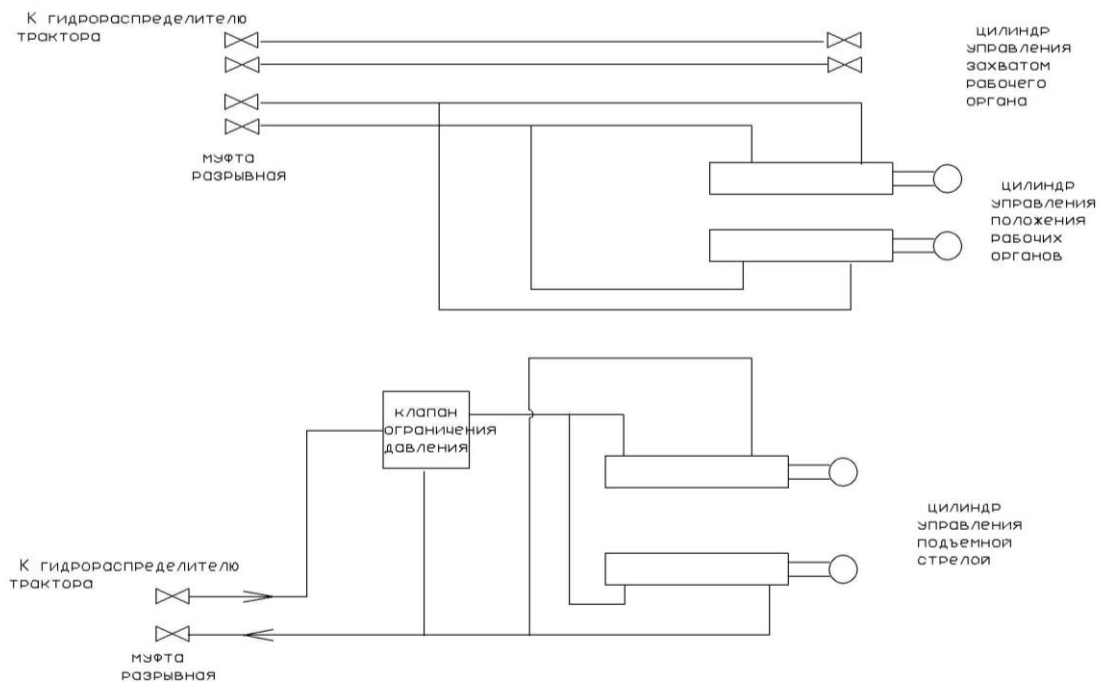
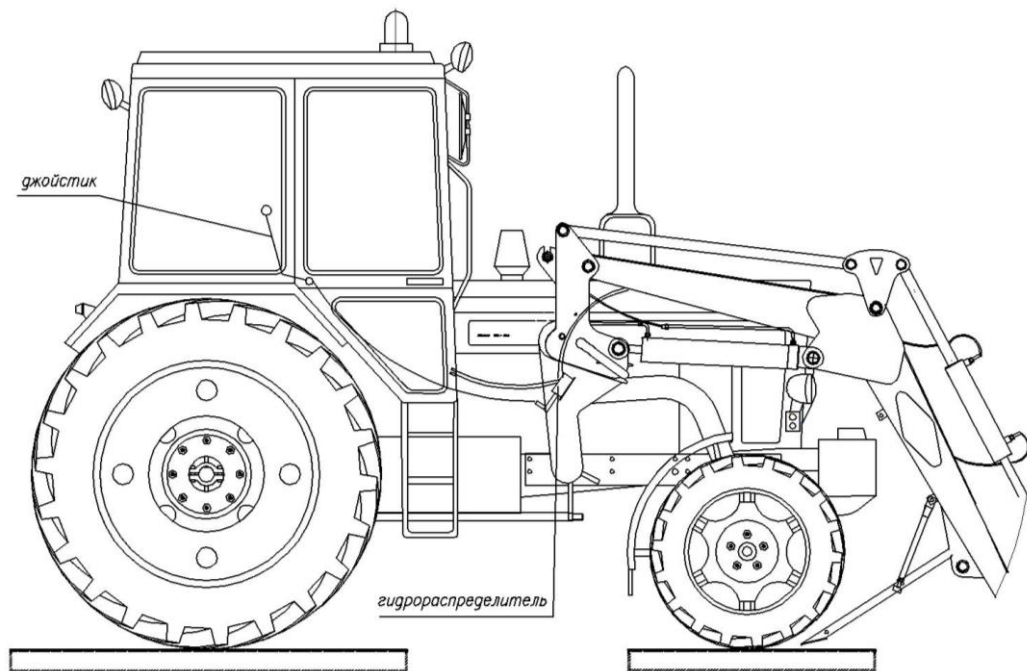

Рисунок 2 Схема гидравлическая принципиальная
Рисунок 4. Установка джойстика и гидрораспределителя (см. п. 4.5)
#### 1.4.7. Гидравлическая система (рисунок 2, 5).
- 1.4.9. Для монтажа гидросистемы с управлением джойстиком необходимо закрепить гидрораспределитель на правом упоре опоры установочной на соответствующей пластине. Подключить два гидрошланга распределителя к системе внешней гидравлики трактора с помощью быстросъемных муфт и адаптеров. Соединить гидрошланги погрузчика с соответствующими выходами распределителя. Замонтировать болтами джойстик с правой стороны от водителя внутри кабины на надколеснике. Рядом с джойстиком наклеить информационную наклейку положений джойстика. Распределитель трактора должен создавать постоянный поток масла к распределителю погрузчика. Если у трактора нет фиксирующего положения для рычагов управления гидравликой, то необходимо зафиксировать рычаг с помощью цепочки с карабином или веревки (рисунок 4). В случае выхода из строя джойстика имеется возможность переоборудования гидравлики на работу от гидрораспределителя (рисунок 2).